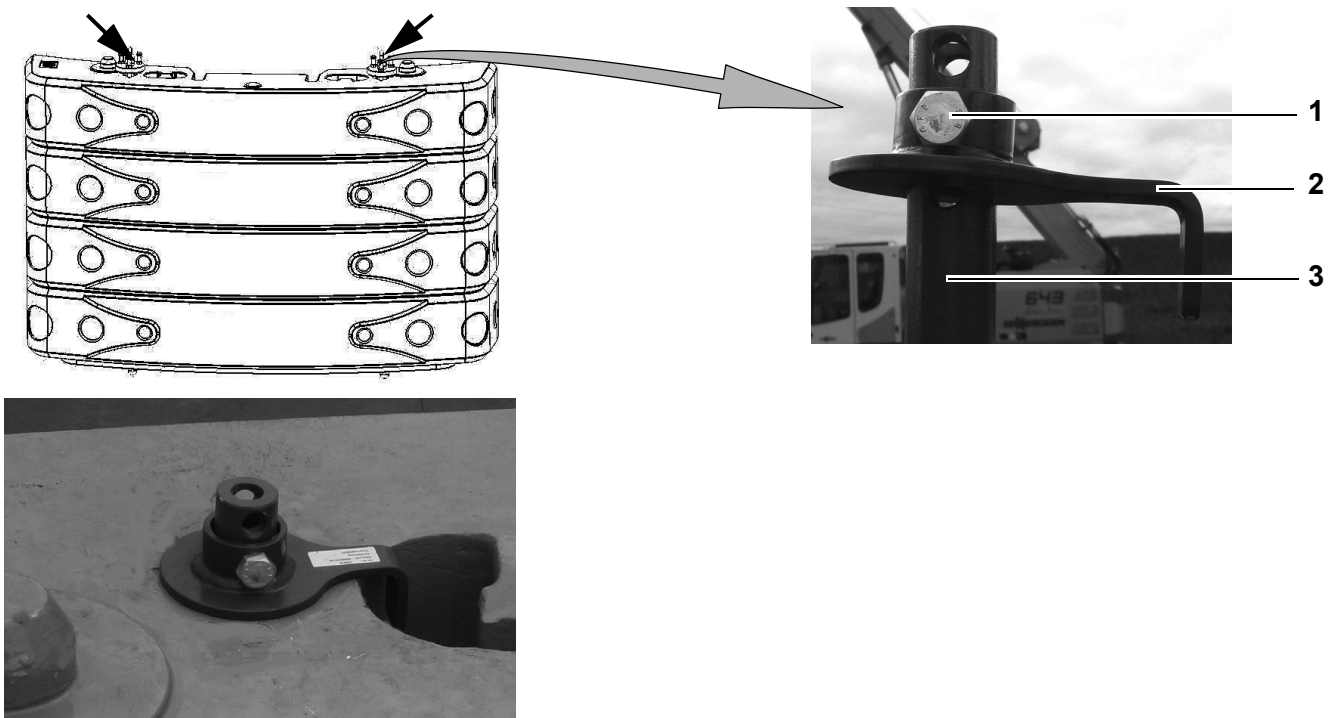

Fig. 133 Fixação dos componentes do contrapeso
| 8 | Aperte os parafusos sextavados (1) na Fig. 133. |